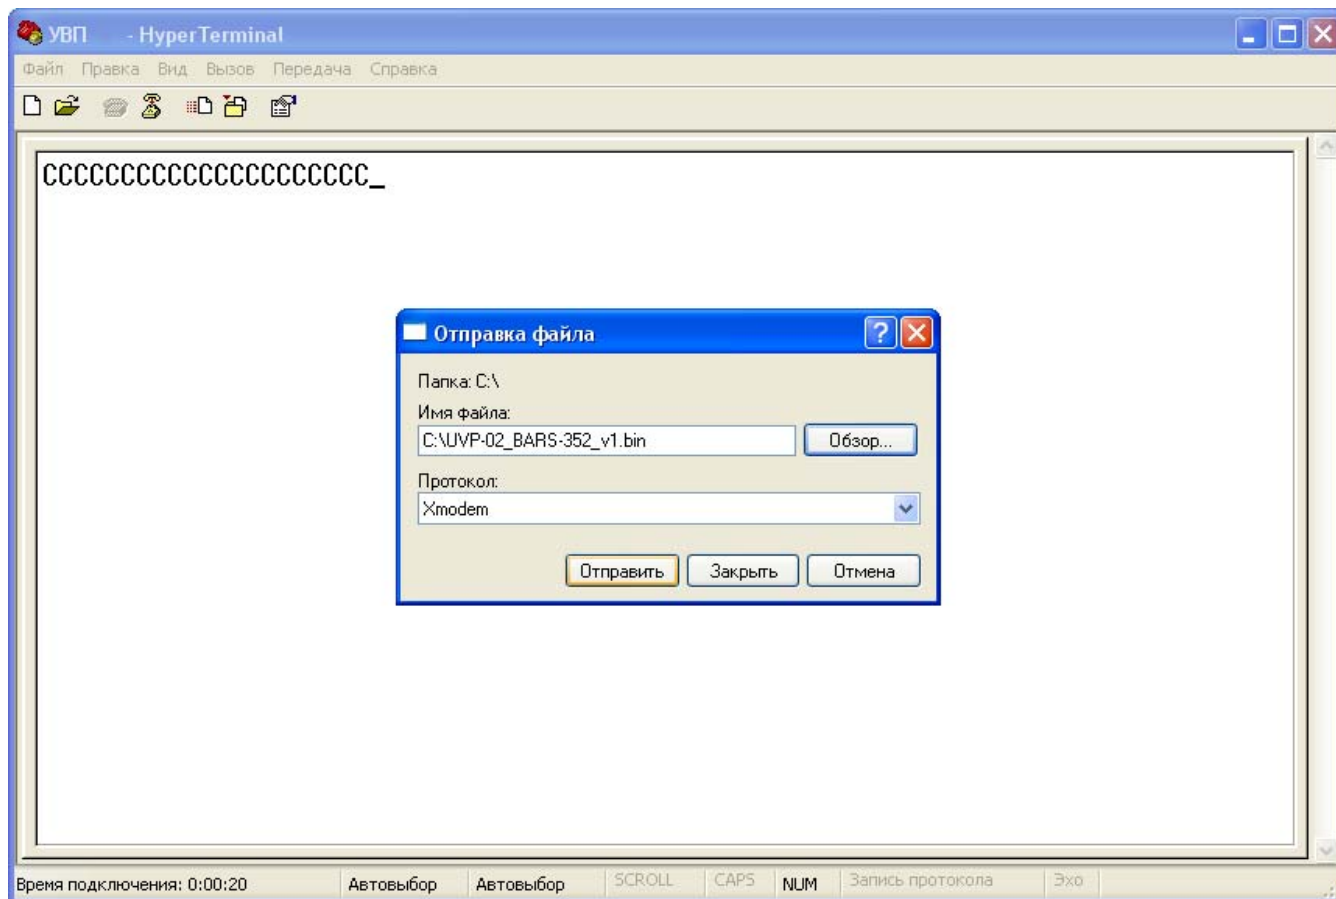

Рисунок 6
6) При установлении связи между компьютером и прибором должны наблюдаться накапливающиеся на экране символы “С” (рисунок 6). В противном случае необходимо проверить соединение прибора с компьютером на наличие обрывов и соблюдения полярности подключения.
7) Выбрать необходимый файл на прилагаемом CD диске (Приложение А), а также протокол обмена “Xmodem” (рисунок 6) Выбор файла осуществляется нажатием пиктограммы “Отправка файла”.
8) Нажать кнопку “Отправить” (рисунок 6). При этом выбранный файл будет передан прибору для записи. Процесс передачи будет индицироваться окном, показанным на рисунке 7. По завершении передачи файла прибор с новым программным обеспечением перейдет в номинальный режим работы автоматически. При сбоях в процессе передачи и записи файла вместо символов “С” высвечивается сообщение “Error”. В таких случаях необходимо повторить процесс записи файла. При отрицательном результате необходимо обратиться на предприятие-изготовитель.